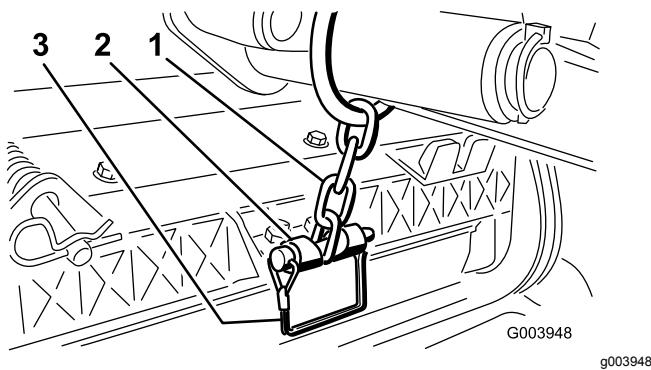

Bild 13
- 12. Befestigen Sie die Hubarmkette mit dem Einraststift an der Kettenhalterung (Bild 13).